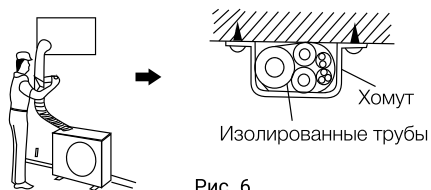

Рис. 6
- Оберните изолянтной трубу от нижней части внешнего блока до верхней части трубы, где она входит в стену. После того, как вы сделаете один оборот лентой, перекройте его следующим внахлест (Рис. 6).